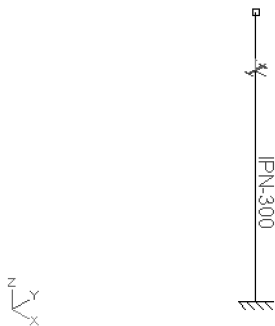

Fig. 3.57
- Ahora calcule con el método exacto y con el aproximado el coeficiente de pandeo de un pilar que esté convenientemente arriostrado en el plano del alma del perfil (Fig. 3.57).
El coeficiente de pandeo que debe resultar es 0.7. Con el método aproximado e indicando que está arriostrado el resultado será correcto. Con el método exacto el resultado será 2. En este último caso el programa calcula lo que está dibujado y en la Fig. 3.57 el pilar aparece exento.